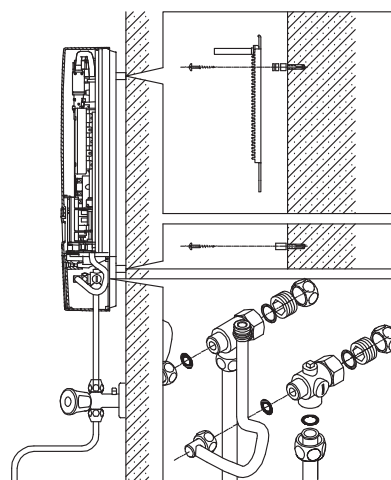

рис. 8
- Для открытого настенного подключения желательно установить прибор на расстоянии от стенки, как показано на рис. 8, используя прилагаемые промежуточные прокладочные кольца. При этом следует также использовать два отверстия в районе водоподключения для фиксации нижней части прибора.